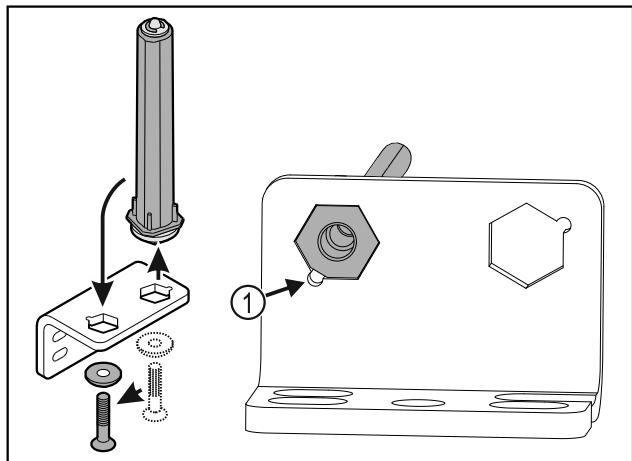

Fig. 22
- Verificare che durante l'inserimento lo smusso del perno Fig. 22 (1) sia rivolto verso il foro circolare.